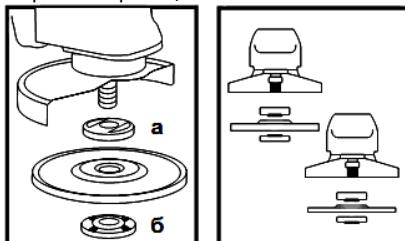

Рисунок 2
5.4 Установите на изделие шлифовальный либо отрезной диск. Для этого нажмите на кнопку фиксации шпинделя (1) и проверните шпиндель до такого положения, при котором он зафиксируется. С помощью вилочного ключа из комплекта изделия отверните и снимите зажимную гайку (б) (смотрите рисунок 2). Установите шлифовальный диск на
посадочное место фланцевой шайбы (а) (рисунок 2), наживите рукой зажимную гайку на шпиндель и затяните ее ключом из комплекта изделия.